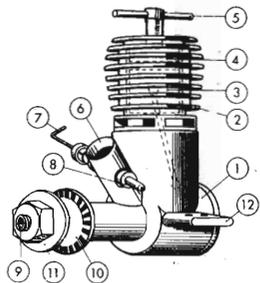

Fig. 233. Motorino Diesel per modelli.
Su questo principio sono basati anche i minuscoli motori disponibili in commercio, appositamente studiati per far funzionare modelli di automobili, aeroplani o natanti. A rigore, non si tratta di motori Diesel, perché la loro concezione ricorda piuttosto il motore a due tempi, con carburatore, aperture di entrata e di uscita e canali di collegamento, ma senza candela (fig. 233). Il pistone (3) aspira, nel suo movimento ascendente, la miscela attraverso il tubo (6) nella camera (1), e la spinge nel suo movimento discendente, attraverso un canalino di collegamento, nella camera di scoppio (superiore). La testa di cilindro (2) è priva, come già detto, di candela; essa è chiusa non da un coperchio fisso, ma da un contropistone mobile (4) registrabile mediante la vite (5). Si può dunque restringere lo spazio libero tra il pistone (nella sua posizione più alta) e contropistone, ottenendo una compressione sufficiente perché la miscela